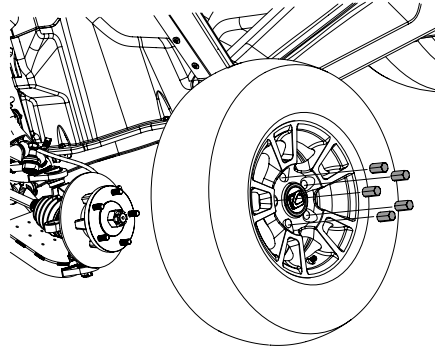

Figura 4-10
3. Afloje pero no saque las cinco tuercas para ruedas del cubo del eje. Consulte la Figura 4-10.